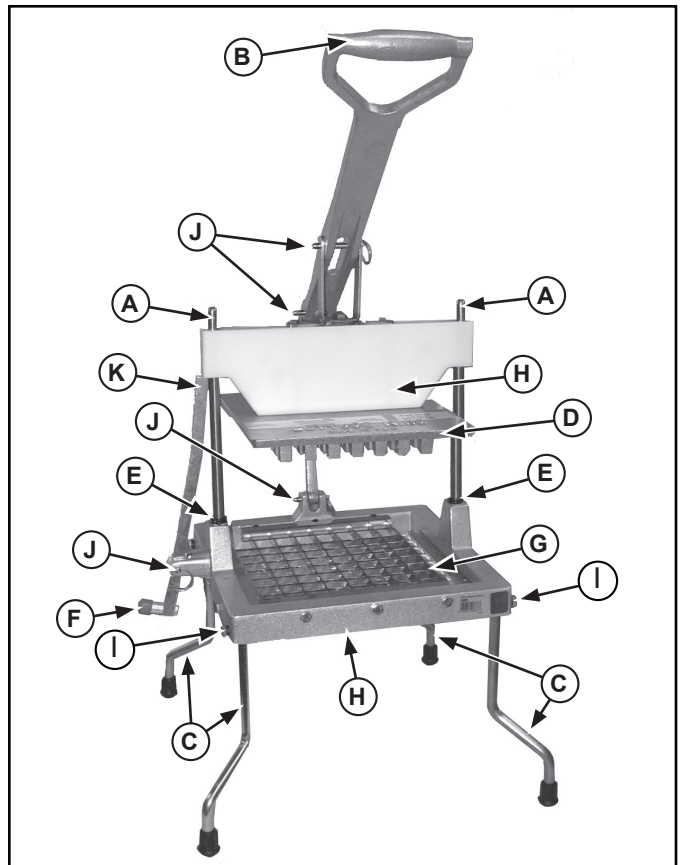

Figure 2. Caractéristiques et commandes du Lettuce King IV.
3. Insérez les pieds (C) dans les trous du socle (H) de manière à ce que la partie inclinée du pied soit tournée vers l'extérieur. Voir la figure 2.
4. Fixez les pieds (C) au socle (D) à l'aide des vis (A) et des rondelles en caoutchouc (B). Voir la figure 2.
Lettuce King IV : Tenez la poignée (B), enlevez la main de la zone du jeu de lames et placez cette main sur le levier du verrou (F). Poussez le levier du verrou (F) à l'intérieur pour libérer le bras du verrou de (D). Voir la figure 2.
4. Enlevez les vis qui fixent le jeu de lames (I). Enlevez et jetez avec précaution le jeu de lames. Voir la figure 2.
5. Examinez la tête de poussée (D). S'ils sont ébréchés ou ébavurés, lissez les bords avec une petite lime plate.
6. Assurez-vous que les protections de lame (BB) sont installées sur le jeu de lames (DD et CC). Pour le Lettuce King IV, voir la vue éclatée.
7. Placez le jeu de lames inférieur (CC) dans le cadre (H) de sorte à le loger correctement, le côté tranchant vers le haut.
8. Installez les vis par la gauche du jeu de lames (G). Serrez jusqu'à ce qu'elles touchent le cadre (H). Tournez la vis jusqu'à ce qu'elle soit serrée, sans dépasser 1/2 tour ou 40 po-lb.
9. Placez la rondelle en caoutchouc entre le cadre droit (H) et le jeu de lames (CC). Insérez les vis dans le cadre et la rondelle en caoutchouc dans le jeu de lames. Tournez la vis jusqu'à ce qu'elle soit serrée, sans dépasser 1/2 tour ou 40 po-lb.
10. Placez le jeu de lames supérieur (DD) dans le cadre (H) de sorte à le loger correctement, le côté tranchant vers le haut.
11. Installez les vis par l'avant du jeu de lames (DD). Serrez jusqu'à ce qu'elles touchent le cadre (H). Tournez la vis jusqu'à ce qu'elle soit serrée, sans dépasser 1/2 tour ou 40 po-lb.
12. Placez la rondelle en caoutchouc entre le cadre arrière (H) et le jeu de lames (DD). Insérez les vis dans le cadre et la rondelle en caoutchouc dans le jeu de lames. Tournez la vis jusqu'à ce qu'elle soit serrée, sans dépasser 1/2 tour ou 40 po-lb.